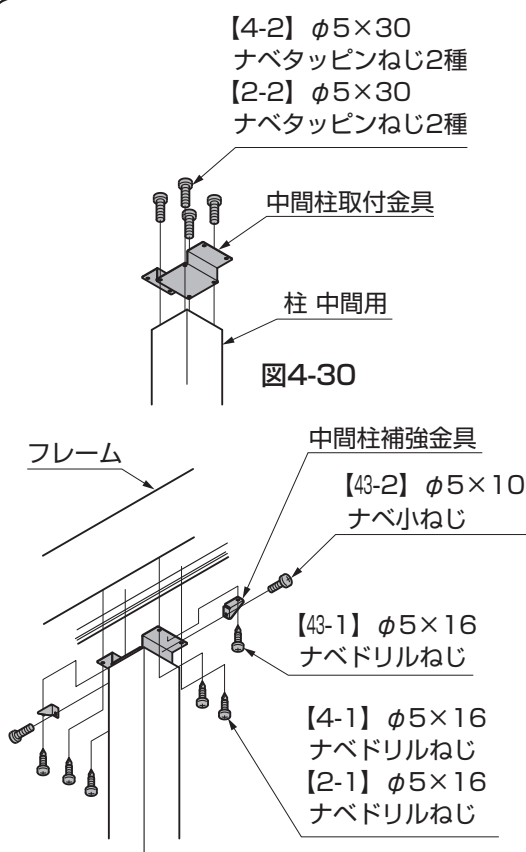

図4-30
- ①柱 中間用に中間柱取付金具を、【2-2】または【4-2】で取付けてください。（図4-30参照）